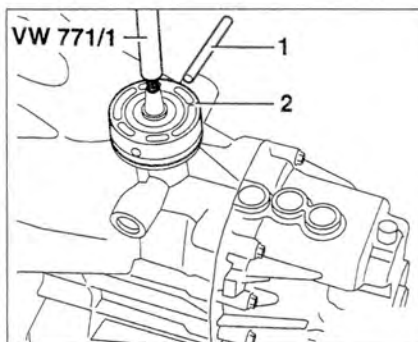

Рис. 5.33. С помощью пробойника извлеките палец 1 крепления рычага переключения передач и снимите рычаг 2.
12. С помощью пробойника извлеките палец 1 крепления рычага переключения передач и снимите рычаг 2 (рис. 5.33).